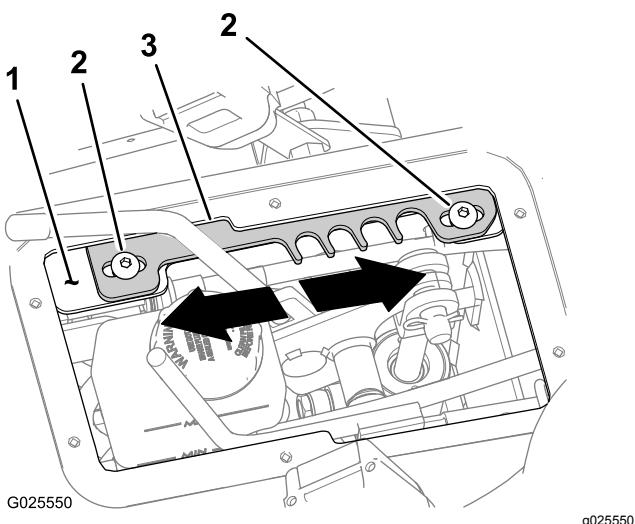

Figura 62
4. Mueva la palanca de intervalos de velocidad a la posición T (TRANSPORTE) (Figura 62).
5. Afloje los 2 tornillos allen (5/16" x $\frac{3}{4}$ ") que sujetan la placa de retención al soporte de la palanca (Figura 62).
- Mueva la placa de retención **hacia adelante** para aumentar el límite máximo de la velocidad de avance (Figura 62).
- Mueva la placa de retención **hacia atrás** para reducir el límite máximo de la velocidad de avance (Figura 62).